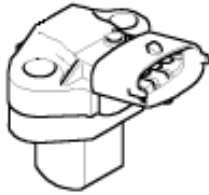

Abbildung: 9
- Kraftstoffdrucksensor (Abb.9)